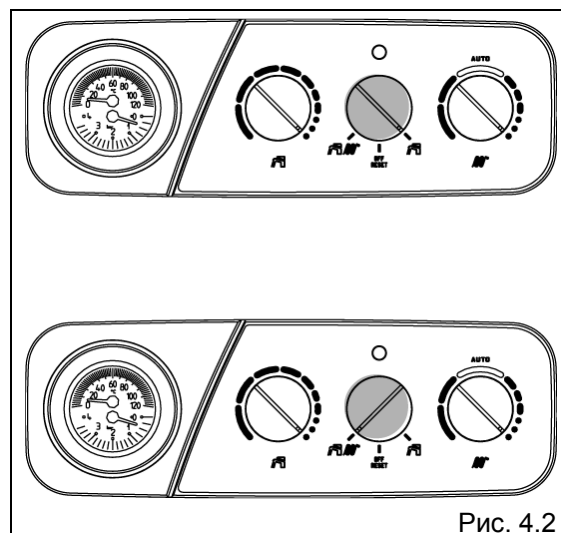
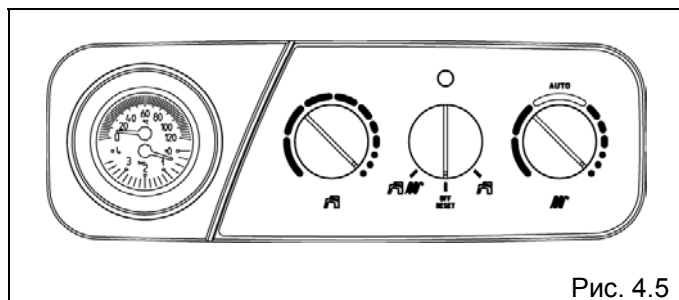

Рис. 4.2
Рис. 4.5
- установите главный выключатель котла в положение включено, а переключатель функций в положение лето или в положение зима (рис. 4.2) в зависимости от того, какой режим работы вам нужен.
Для возобновления работы переведите ручку переключателя функций в положение off-reset (рис. 4.5), а затем снова переведите его в нужное положение (рис. 4.2).